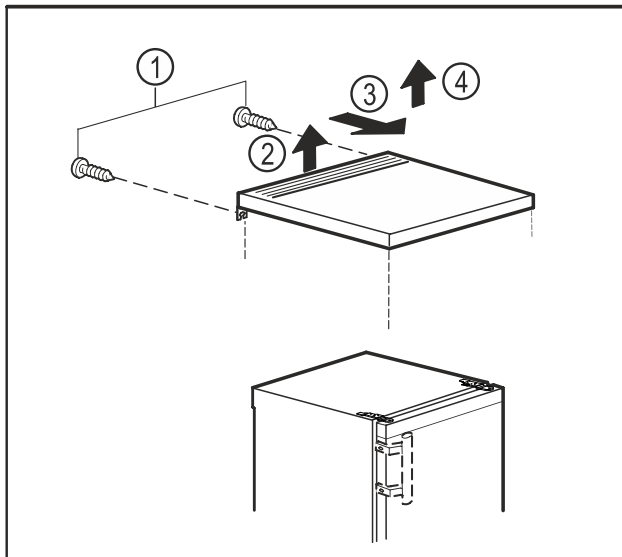

Fig. 6
- ▶ Ta bort skruvar på baksidan. Fig. 6 (1)
- ▶ Lyft topplatta baktill. Fig. 6 (2)
- ▶ Skjut topplatta framåt. Fig. 6 (3)
- ▶ Lyft bort topplatta uppåt. Fig. 6 (4)